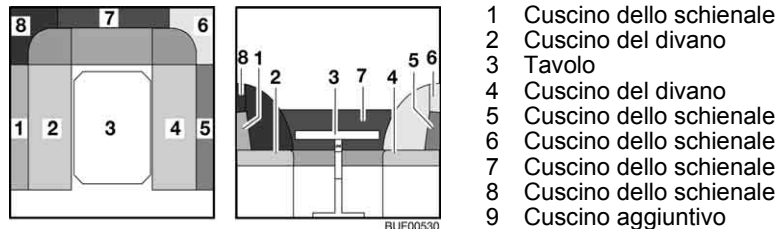

Fig. 91 Prima della trasformazione
- Trasformare il tavolo (Fig. 91,3) in struttura di supporto letto (vedi paragrafo 6.11).